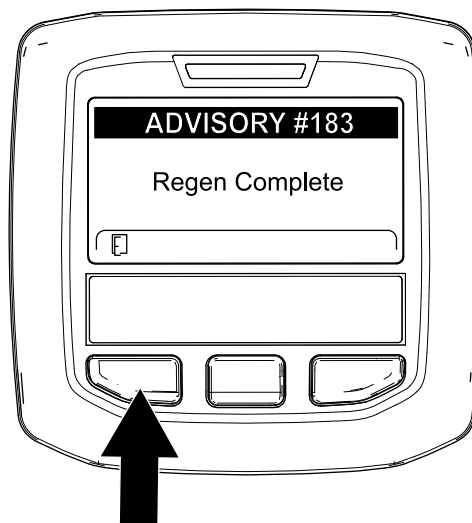

Рисунок 96
9. Когда компьютер двигателя завершает процесс стационарной или восстановительной регенерации, на дисплее инфо-центра появляется информационное сообщение № 183 (Рисунок 96). Для перехода на главный экран нажмите левую кнопку.
**Примечание:** Если регенерацию не удалось завершить, на дисплее инфо-центра появляется информационное сообщение № 184 (Рисунок 96). Для перехода на главный экран нажмите левую кнопку.